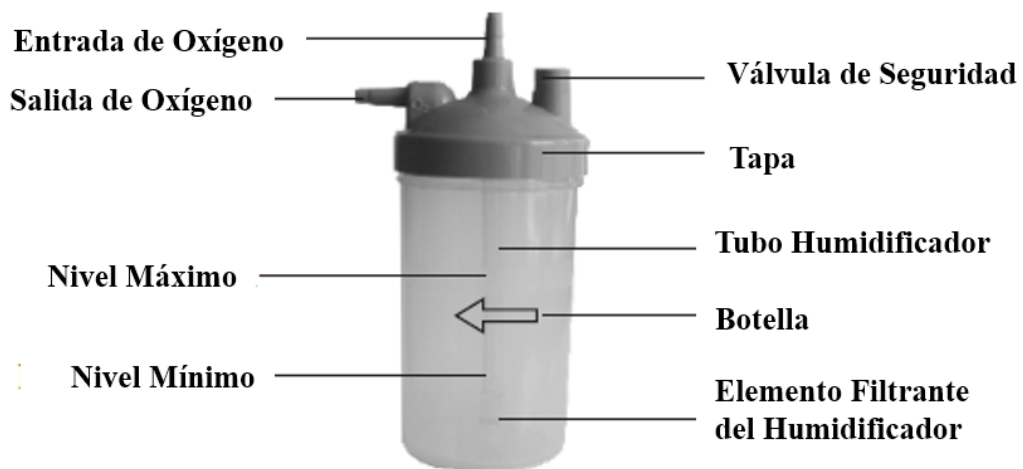

Figura 5. Componentes del Humidificador
1. Desatornille la botella del humidificador en sentido horario. Llene la botella con agua pura (o agua destilada) al nivel entre MÁXIMO y MÍNIMO. NO llene la botella del humidificador por encima del nivel MÁXIMO. (Figura 5)